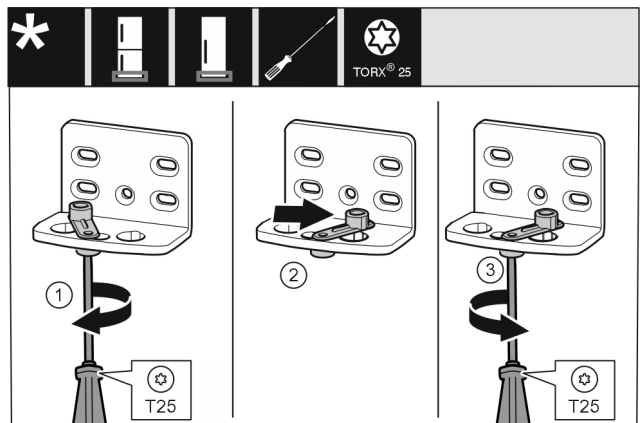

Fig. 15
- ▶ За допомогою викрутки T25 послабте гвинт. Fig. 15 (1)
- ▶ Допоміжний засіб для закривання дверцят підніміть і поверніть в отворі праворуч на 90°. Fig. 15 (2)
- ▶ За допомогою викрутки T25 закрутіть гвинт. Fig. 15 (3)